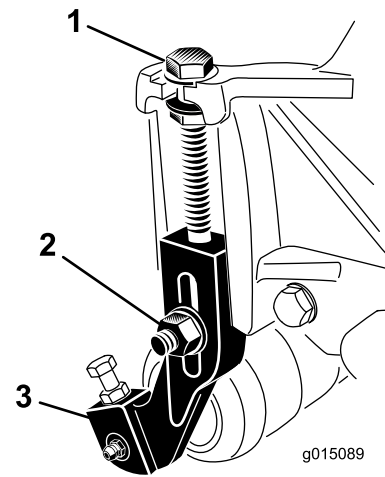

图18
1. 松开将剪草高度支架固定到滚刀组侧板上的锁紧螺母 图18。